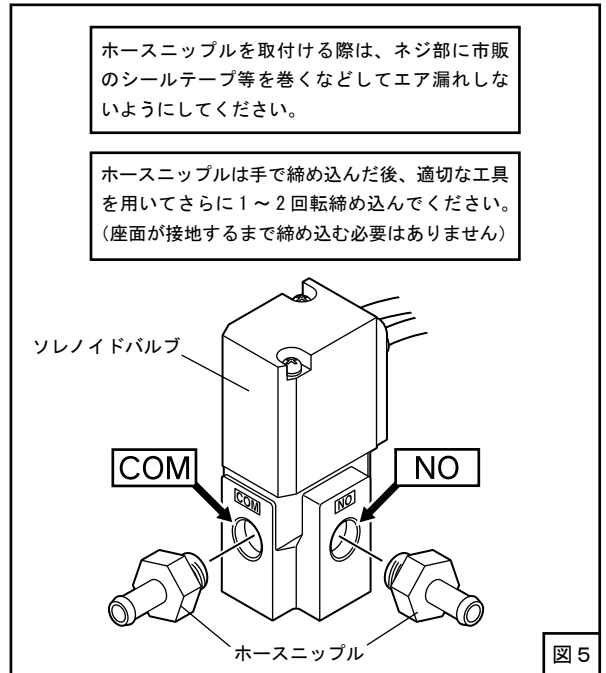

図5
- (2) **COM** 端子と **NO** 端子にホースニップルを取付けてください。取付ける際は、ネジ部に市販のシールテープ等を巻くなどしてエア漏れしないようにしてください。(図5)